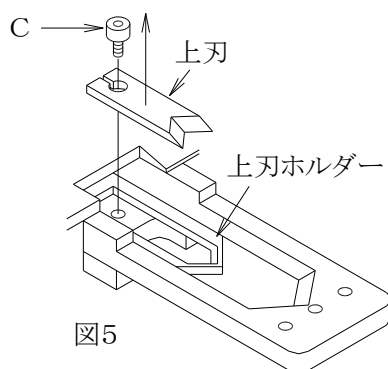

図5
取り付けます。(図5参照)
- ・ 取り付けは、まず上刃を図5とは逆の方向へ